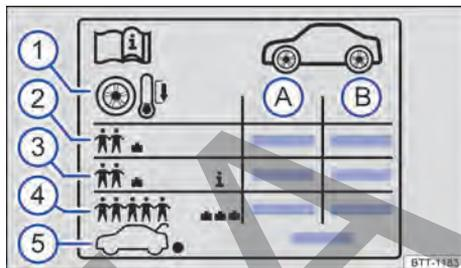

Fig. 158 Símbolos en el adhesivo de la presión de los neumáticos.
En función del vehículo, el adhesivo de la presión de los neumáticos puede incluir una presión de confort → **fig. 158**. La presión de confort permite aumentar el confort de marcha. Cuando se circula con la presión de confort, puede que se incremente el consumo de combustible.
- Adapte siempre la presión de los neumáticos al estado de carga del vehículo → **fig. 158**.